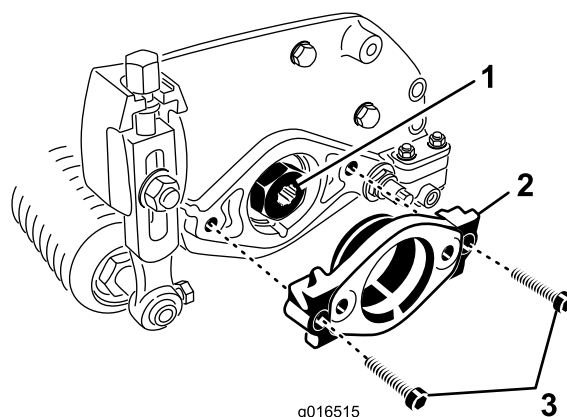

Figura 8
- Retire los 2 tornillos allen que sujetan el soporte del motor al extremo izquierdo de la unidad de corte. Retire el soporte del motor (Figura 8).
- Aplique grasa al diámetro interno del acoplamiento de tracción (Figura 8).
- En el extremo izquierdo de la unidad de corte, aplique una capa fina de aceite a la junta tórica e instale el soporte del motor con los 2 tornillos Allen retirados anteriormente (Figura 8). Apriete los tornillos a 16-20 N-m.